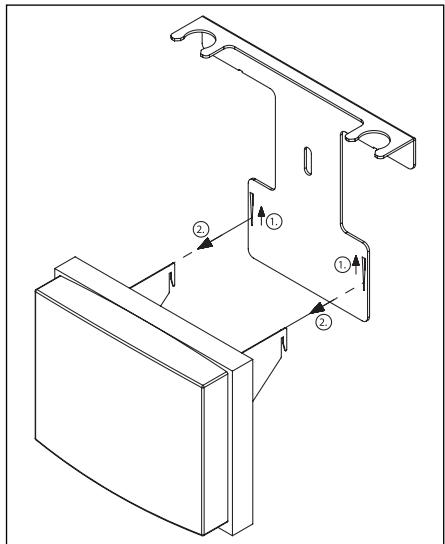

Fig. 16 Démontage du couvercle aveugle avec tôle de retenue
- Démonter le couvercle aveugle avec tôle de retenue du dispositif de montage du groupe solaire (fig. 16).